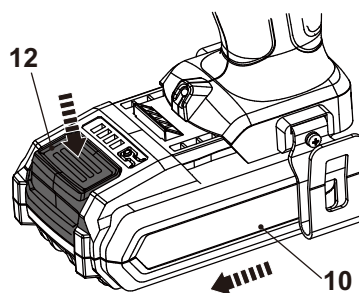

Fig. 5
- > Pressionar o botão de desengate (12) e fazer deslizar o conjunto de baterias (10) da porta de atracagem da bateria (10a) (Fig. 5).